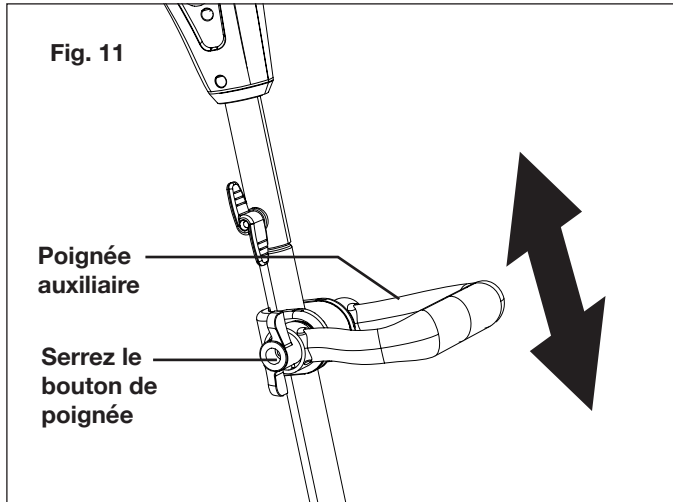

Fig. 11
2. Desserrez légèrement le bouton de poignée et réglez au besoin la poignée auxiliaire à la position voulue. Resserrez bien le bouton de poignée (Fig. 11).